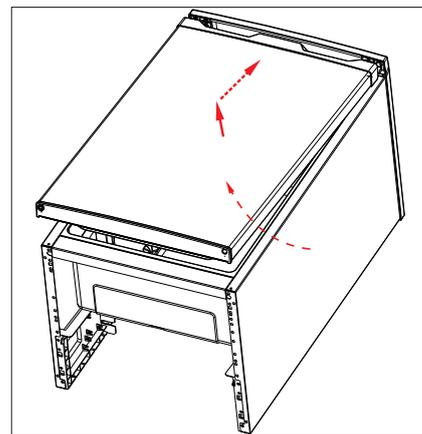

Fig. 11
- ▶ Anbring frysekabsdøren på frysekabet igen, ved at skubbe frysekabsdøren let skråt opad nede fra (fig. 11). Vær opmærksom på, at hængselstappen for øverste hængsel sidder i hængselsbøsningen på frysekabets overside, og at tætningen lukker korrekt med husets kant.